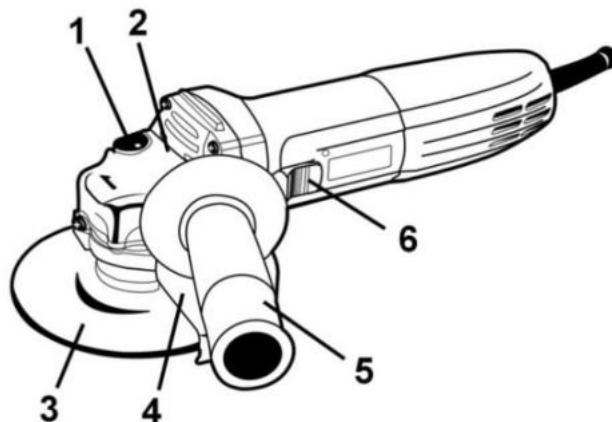

Рисунок 1
2.2.1 Конструкція виробу складається з одноступеневого редуктора з конічними шестернями в металевому корпусі (2), який приєднаний до пластикового несучого корпусу з колекторним двигуном змінного 1-фазного струму, перемикачем (6), мережевим шнуром живлення згідно з рис.1. Вихідний вал редуктора розташований перпендикулярно осі двигуна і є робочим шпинделем для приєднання змінних насадок (абразивних дисків) (3) з фіксацією затискою гайкою, або накрученими на шпиндель. На металевому корпусі (2) хомутовим з'єднанням закріплений захисний кожух (4) з можливістю фікованого позиціонування по колу. Для фіксації шпинделя під час зміни дисків (3) в корпусі редуктора (2) передбачений кнопковий фіксатор (1). Електрична частина виробу складається з колекторного однофазного електродвигуна змінного струму, вимикача електроструму, з'єднувальних проводів і мережевого шнура. Захист від ураження електричним струмом користувача у виробу відповідає класу II за ДСТУ EN 61140:2015.